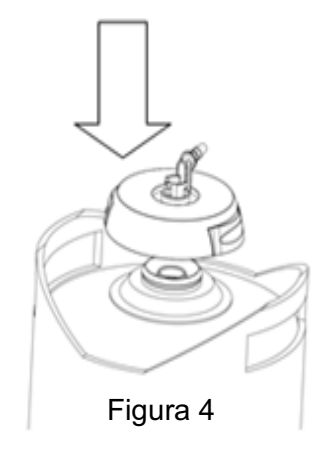

Figura 4
6. Alinee el módulo de la válvula de extracción verticalmente en la salida del tonel de cerveza, justo en el centro superior del tonel, e inmediatamente presione la válvula hacia abajo para introducirla en el tonel (como se muestra en la Figura 4). Cuando escuche un ligero clic, significa que la válvula está encajada correctamente en el tonel de cerveza. Después de instalar la válvula, coloque el tonel dentro del barril de enfriamiento del dispensador.